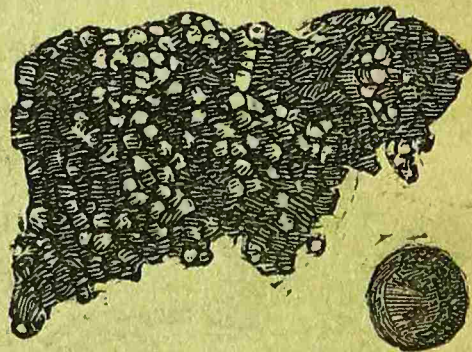

Fig. 34.
27.—Cría de peces.—Los peces producen un enorme número de huevos (fig. 34); pero muchos de estos son devorados por otros peces ó por las aves; además las pescas abundantes han hecho disminuir en muchos países el número de los peces.